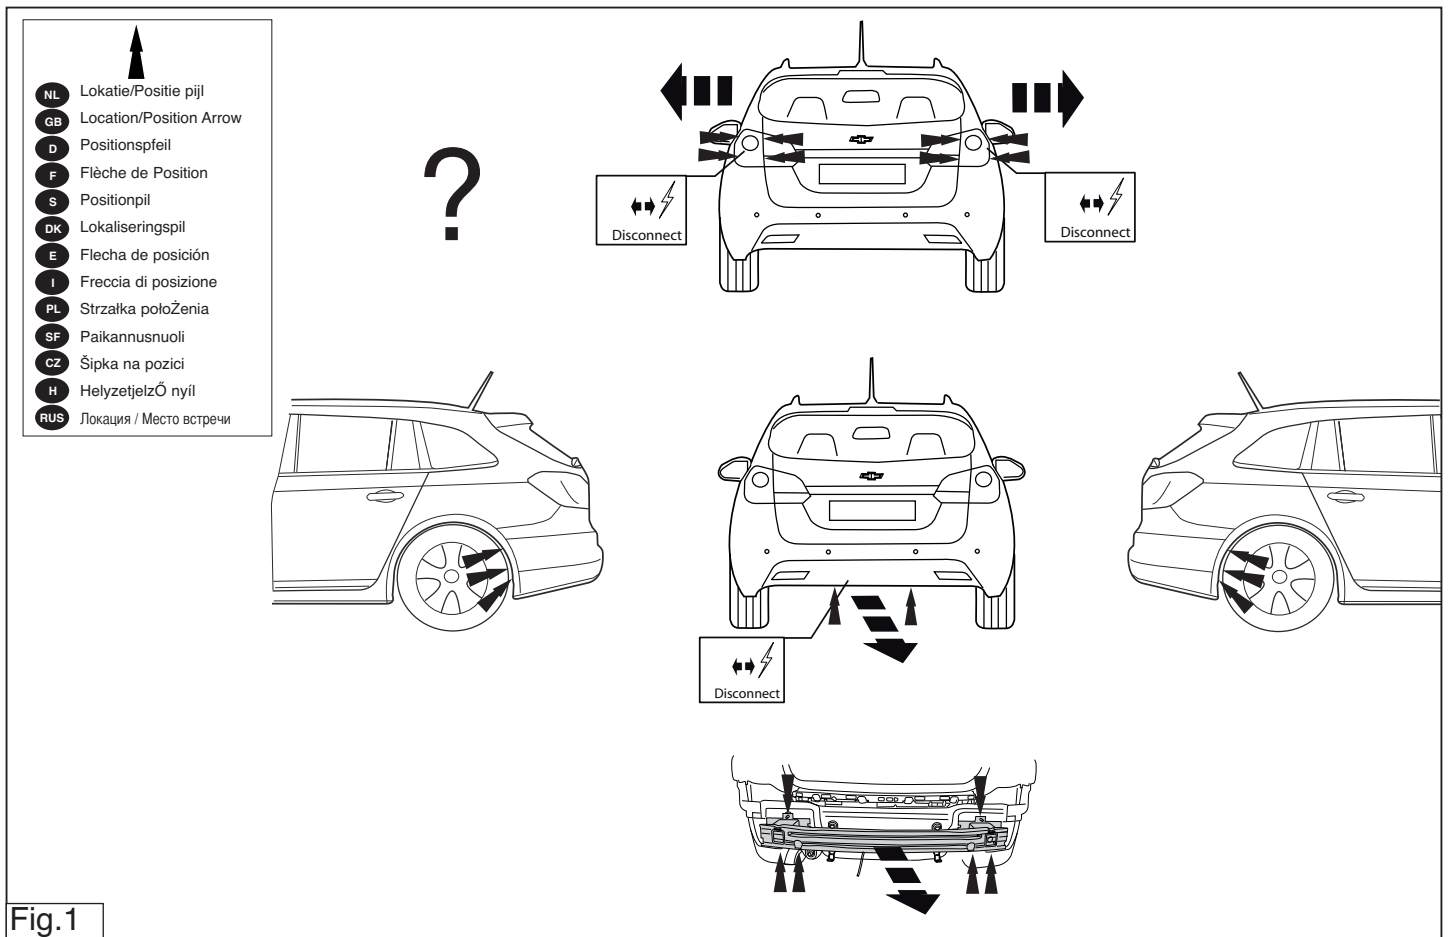

Fig.1
2. Remove the bumper and the steel buffer beam from the vehicle. The buffer beam will no longer be needed. See figure 1.
2. Die Stoßstange einschließlich des stählernen Stoßbalkens vom Fahrzeug abmontieren. Der Stoßbalken wird nicht mehr benötigt. Siehe Abbildung 1 .